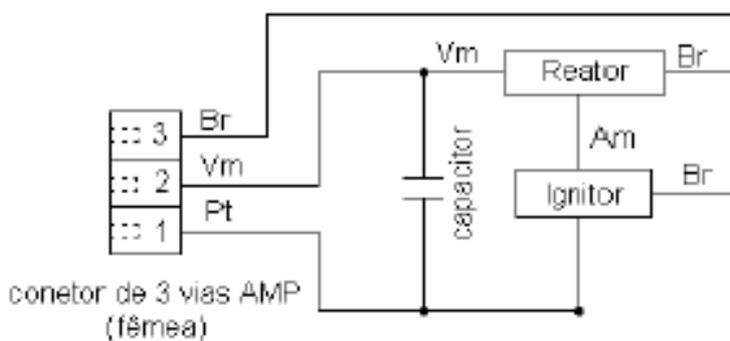
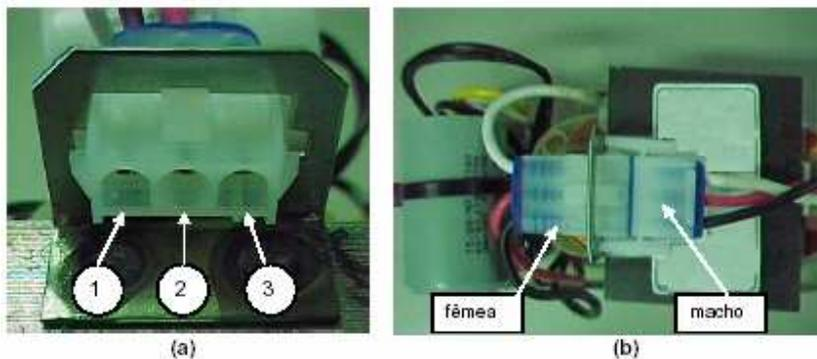

Figura 4 - Esquema de ligação do kit removível
Figura 5 – Detalhes do conector MATE-N-LOK fixado no kit removível
- 7.1.2. O kit removível deve vir com a ligação elétrica obedecendo as respectivas cores dos cabos, conforme figura 4, utilizando-se o conector universal MATE-N-LOK de 3 circuitos (fêmea), conforme Anexo A, devidamente montado e fixado na carcaça do kit removível (o conector deverá ser acessado pela parte superior do kit removível). A figura 5 apresenta detalhes do conector fixado no kit removível.